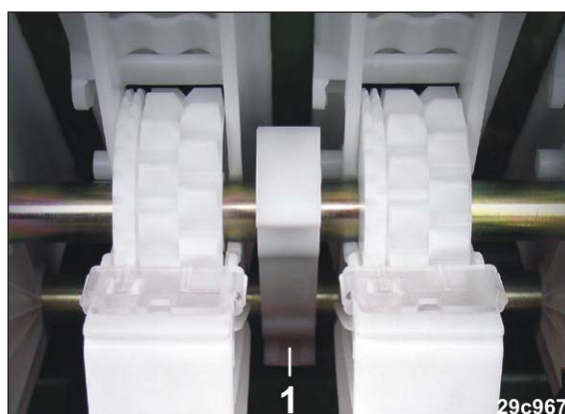

Fig. 234
3. Die Säwellenandrucklager (Fig. 234/1) öffnen.